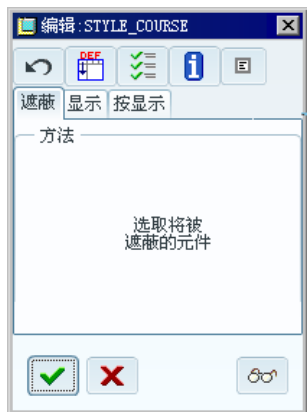

图 9.2.2 “编辑”对话框
Step3. 系统弹出图 9.2.2 所示的“编辑”对话框，此时 **遮蔽** 选项卡中提示“选取将被遮蔽的元件”，在模型树中选取 bottle_asm。